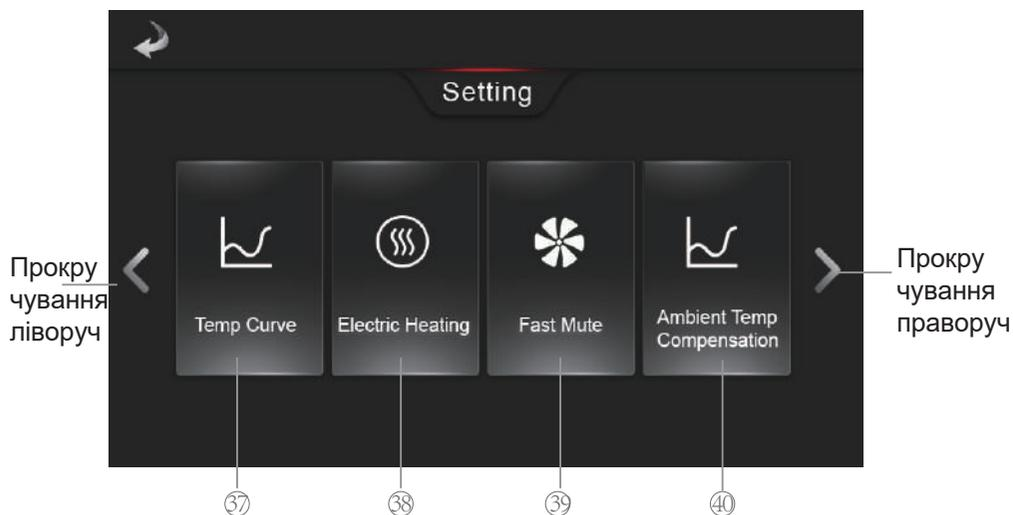
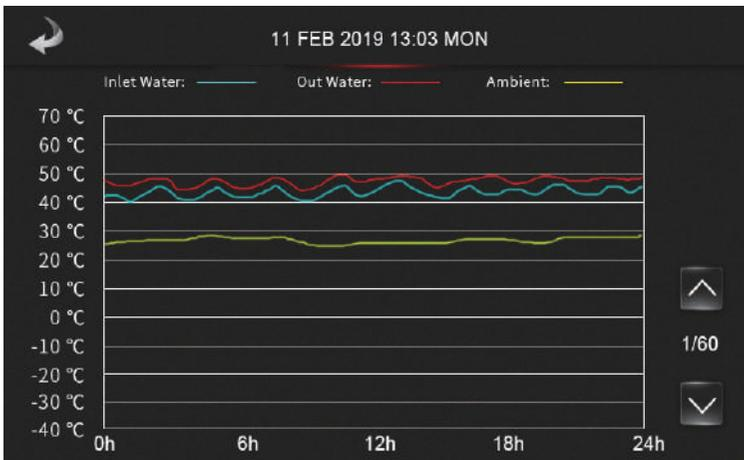

Рис. 10 Інтерфейс налаштувань
Рис.17 Інтерфейс температурної кривої
В інтерфейсі налаштувань (рис. 10) натисніть кнопку Temp Curve (37), щоб запитати інтерфейс кривої температури на вході/виході/навколишньому середовищі (рис.17).
- В інтерфейсі налаштувань (рис. 10), коли кнопка (39) відображає «OFF Fast Mute» і «», натисніть кнопку (39), щоб увімкнути функцію швидкого вимкнення звуку, і вона відобразить «ON Fast Mute» і «»; коли увімкнено режим швидкого вимкнення звуку, натисніть цю кнопку ще раз, щоб вимкнути його. Швидке вимкнення звуку доступне лише тоді, коли цю функцію увімкнено, або функцію швидкого вимкнення звуку неможливо встановити.
В інтерфейсі налаштування (рис. 10) натисніть кнопку Ambient Temp Compensation (40), щоб перейти до інтерфейсу Weather Compensation. Натисніть кнопку Slope (46) і Offset (47), щоб встановити параметри.